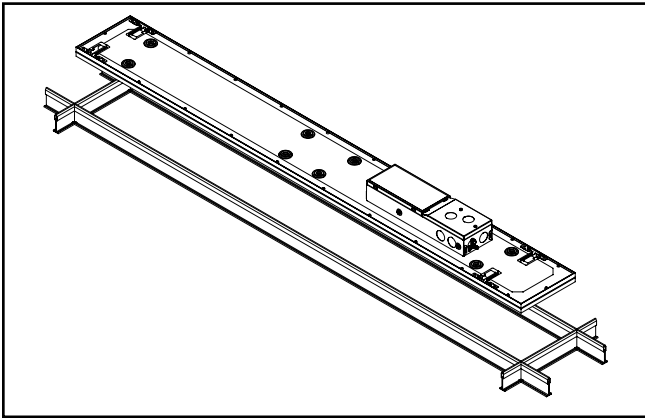

Figure 2.
5. Passez le luminaire dans la grille à un angle de 45 degrés puis déposez-le sur la grille (Figure 2).